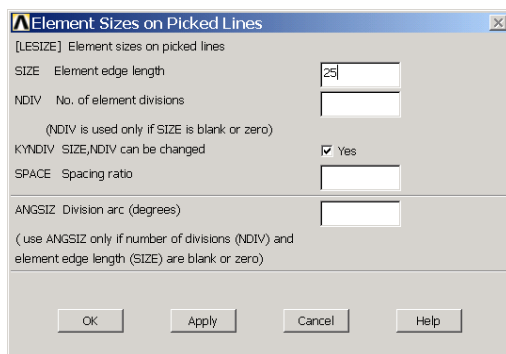

图1.36 【Element Size on Picked Lines】对话框
(2) 接着弹出如图 1.36 所示的对话框，在【Element edge length】输入框中输入【25】，其它留空，并单击【OK】按钮。